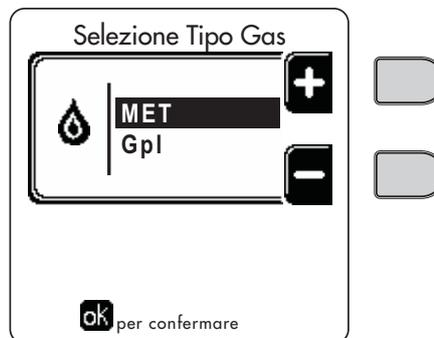

fig. 58 - Selezione tipo di gas
6. Modificare il parametro relativo al tipo di gas come descritto di seguito. Raggiungere la schermata visualizzata in fig. 58 navigando nel menù seguendo il percorso "MENÙ UTENTE ➡ Manutenzione ➡ Modalità Test ➡ Selezione Tipo Gas". Premere i tasti contestuali 1 e 2 per scegliere il tipo di gas. Confermare con il tasto OK.